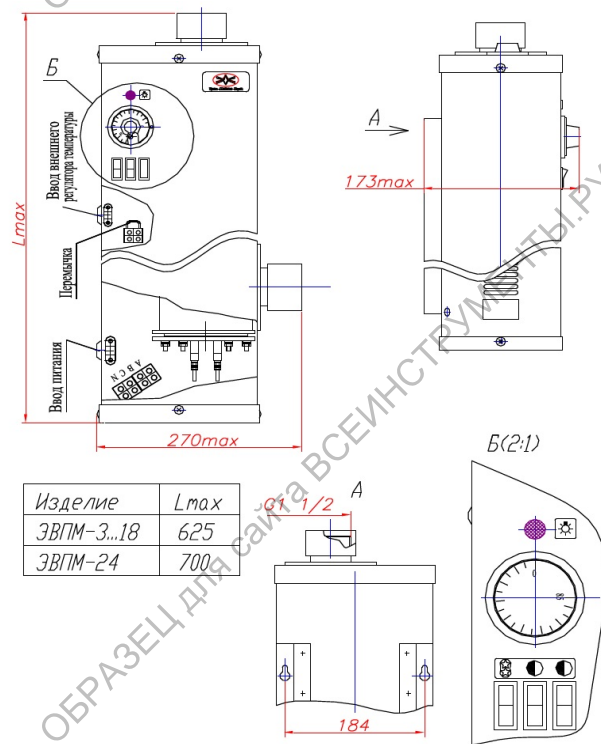

Рис.1 Водонагреватель ЭВПМ
4.1. Водонагреватель рис.1 представляет собой корпус из трубы, внутри которого расположены трубчатые электронагревательные элементы (ТЭН), объединенные в блок нагревателей. Корпус водонагревателя имеет два патрубка: нижний – для подвода холодной воды, верхний - для отвода нагретой воды с резьбой G1 1/2. Корпус водонагревателя закрыт стальным кожухом.
7.4. Включите электропитание автоматическим выключателем, должна загореться сигнальная на панели управления рис.1.